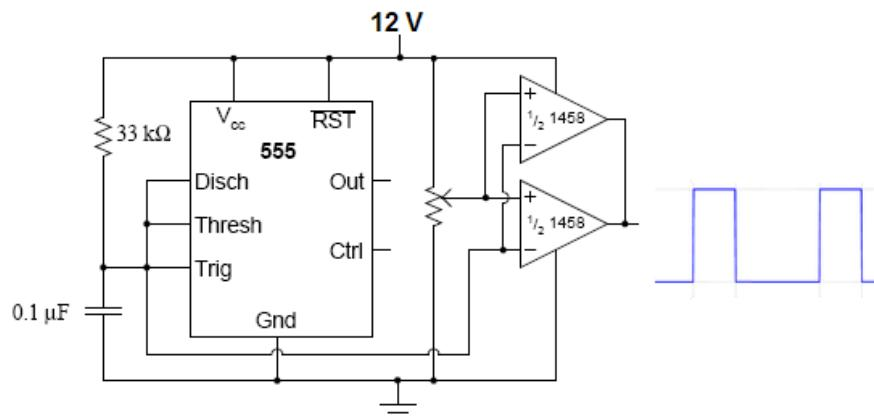

Figura 1. Modulador PWM.
- 1) Armar el circuito de la figura 1.